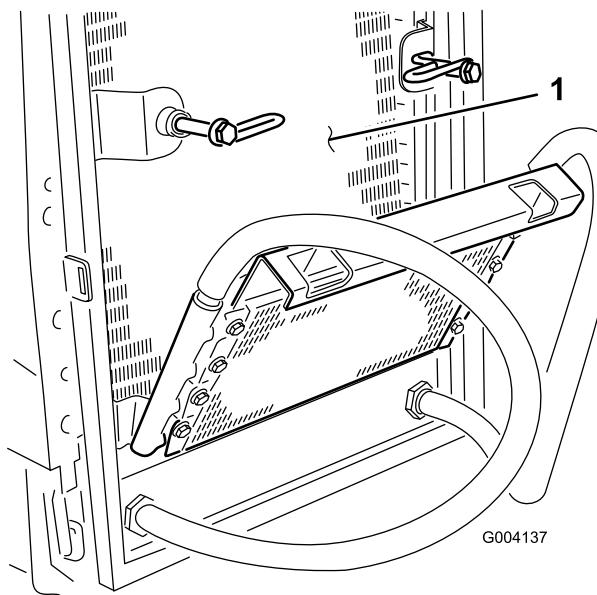

Bild 50
8. Entfernen Sie, nach der gründlichen Reinigung des Kühlers und Ölkühlers, sämtlichen Schmutz, der sich an anderen Teilen der Maschine angesammelt hat (Bild 50) mit Druckluft.